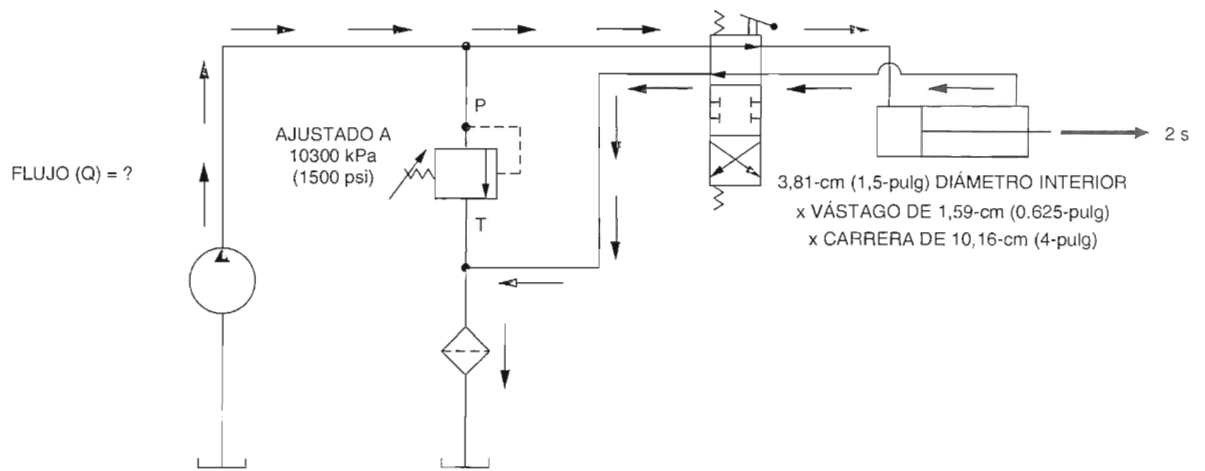

Figura 5-14. Circuito para la pregunta de revisión 3.
3. En el circuito de la Figura 5-14, ¿cuánto flujo debe ser suministrado por la bomba para extender el vástago del cilindro en 2 segundos, si el porcentaje de pérdida de flujo del orificio P al orificio T es de 10%?